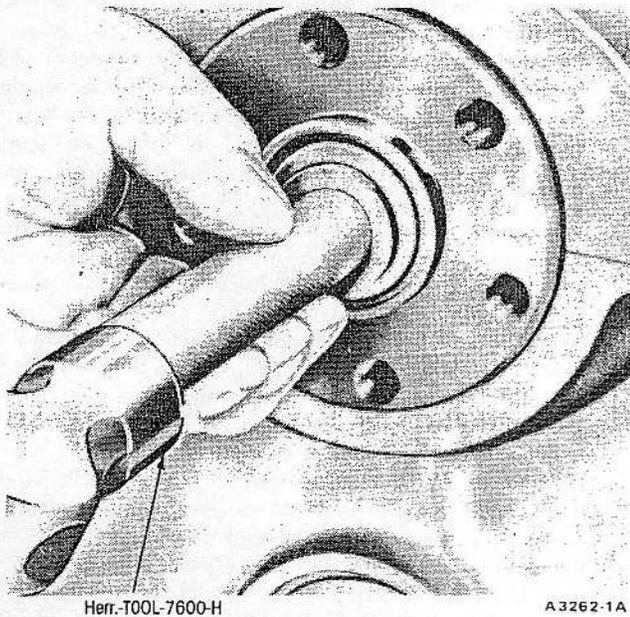

Fig. 35. Instalación del Cojinete de Guía del Embrague
1. Empleando la herramienta 7600-H o una equivalente, instale el buje de guía con la cara sellada en dirección a la transmisión (Fig. 35) con lo que el adaptador no es estorbado.